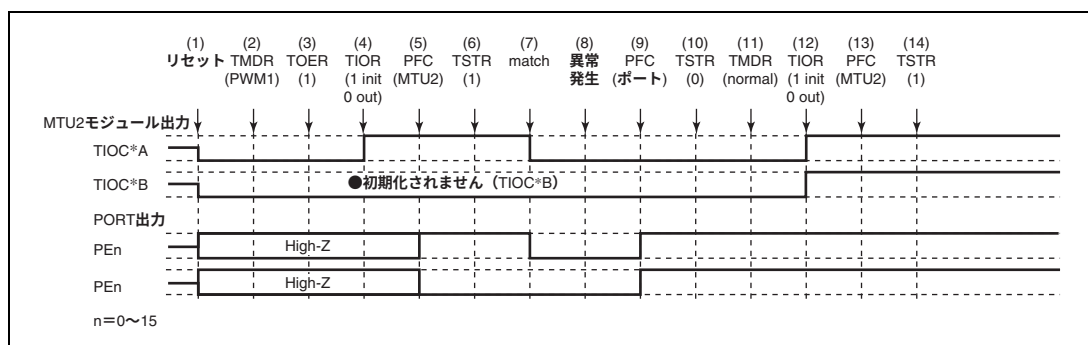

図 12.123 PWM モード 1 で異常が発生し、ノーマルモードで復帰する場合
PWM モード 1 で異常が発生し、再設定後ノーマルモードで再スタートする場合の説明図を図 12.123 に示します。
(1) ～ (10) は図 12.123 と共通です。
(11) PWM モード 1 で再スタートする場合には必要ありません。
(12) TIOR で端子を初期化してください (PWM モード 1 では TIOC*B 側は初期化されません)。
(13) 汎用入出力ポートで本モジュール出力としてください。
(14) TSTR で再スタートします。
(1) ~ (10) は図 12.123 と共通です。
(11) PWM モード 2 を設定します。
(12) TIOR で端子を初期化してください (PWM モード 2 では周期レジスタの端子は初期化されません)。
- (1) ~ (10) は図 12.123 と共通です。
- (11) 位相計数モードを設定します。
- (12) TIOR で端子を初期化してください。
- (13) 汎用入出力ポートで本モジュール出力としてください。
- (14) TSTR で再スタートします。
- (1) ～ (10) は図 12.123 と共通です。
- (11) 波形生成部の初期化のためノーマルモードを設定してください。
- (12) TIOR で PWM モード 1 の波形生成部を初期化してください。
- (13) TIOR で PWM モード 1 の波形生成部の動作を禁止してください。
- (14) TOER でチャンネル 3、4 の出力を禁止してください。
- (15) TOCR で相補 PWM の出力レベルと周期出力の許可禁止を選択してください。
- (16) 相補 PWM を設定します。
- (17) TOER でチャンネル 3、4 の出力を許可してください。
- (18) 汎用入出力ポートで本モジュール出力としてください。
- (19) TSTR で再スタートします。